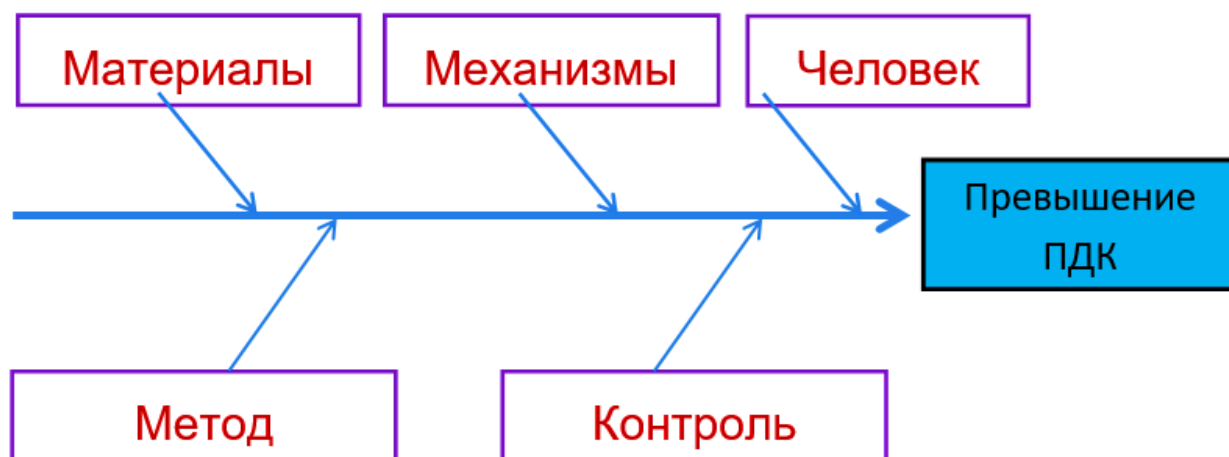

Рис. 4. Построение «ветвей» диаграммы
5. От названий каждой из категорий причин к центральной линии проводятся наклонные линии. Они будут являться основными «ветвями» диаграммы Исикавы (рис. 4).